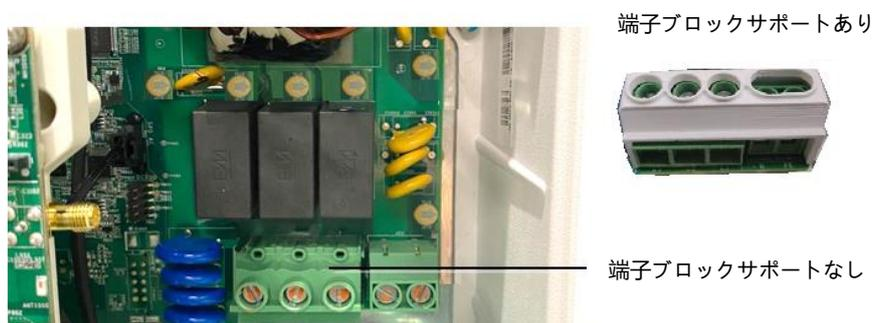

図1: 端子ブロックサポートのあるパワーコンディショナ / ないパワーコンディショナ
- 設置用部品 (端子ブロックサポートありパワーコンディショナ) 5セット →1台への設置に対して1セット (図1参照)